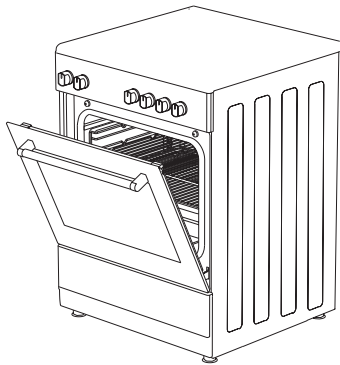

Abb. 30
3. Stellen Sie die Sicherheitsabdeckung unter das Bedienfeld, indem Sie das Glas der Frontabdeckung öffnen. (abbildung 30)